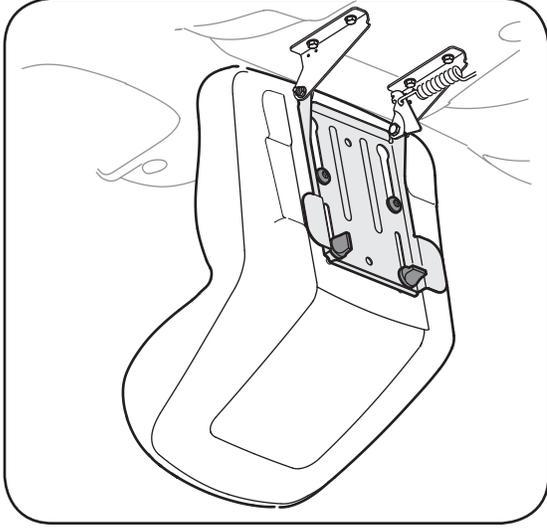

Figure 3-6
2. Choisissez la position voulue et maintenez le siège en place avec les deux boutons enlevés plus tôt. Voir la Figure 3-6.
1. Placez les vis à épaulement (qui se trouvent sur la base du siège) dans les fentes du support de pivotement du siège. Voir la Figure 3-6.